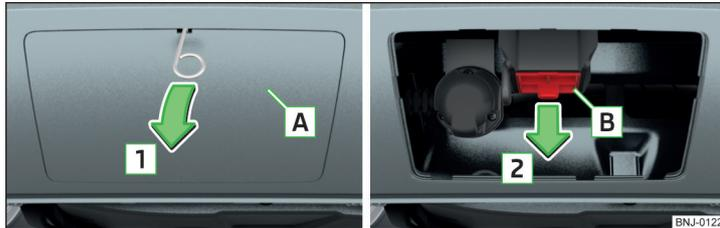

Abb. 154 Abdeckkappe abnehmen: am hinteren Stoßfänger / für den Aufnahmeschacht
- Die Abdeckkappe **A** » Abb. 154 in Pfeilrichtung **1** mithilfe des zum Bordwerkzeug gehörenden Bügels zum Abziehen der Radvollblenden » Seite 173 abnehmen.
Die Kappen **A** und **B** » Abb. 154 nach dem Abnehmen an einer geeigneten Stelle im Gepäckraum aufbewahren.
- Die Abdeckkappe **B** » Abb. 154 auf Seite 133 entgegen der Pfeilrichtung **2** einsetzen.
- Die Abdeckkappe **A** » Abb. 154 auf Seite 133 an die „Häkchen“ im unteren Stoßfängerbereich ansetzen.